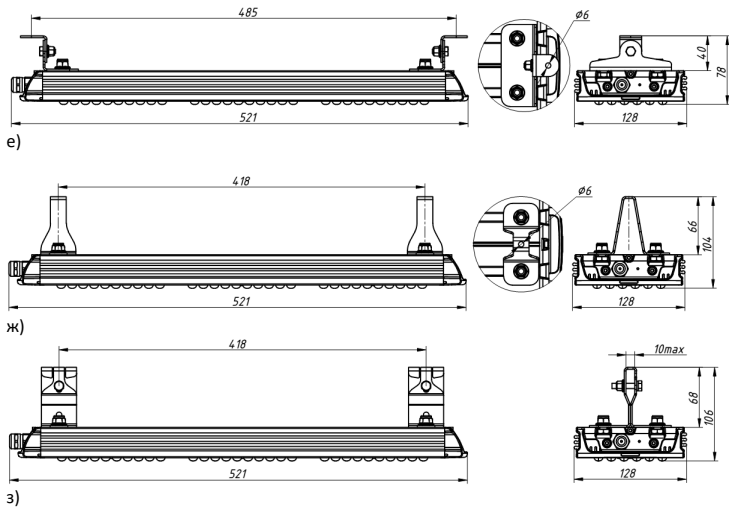

Рисунок 4 — Варианты крепления светильника Optimus (на примере Optimus 3Mx1L и Optimus 3Mx2L для Скоба большая):
3.6. На задней части светильника конструкцией предусмотрена установка системы крепления (см. рисунок 4). В зависимости от варианта установки светильника существует 8 типов крепления: